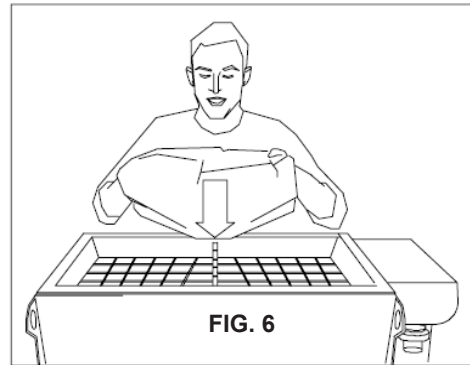

FIG. 6
- Caricare il materiale premiscelato secco. Prendere i sacchi di materiale appoggiarli in modo deciso alla griglia rompiscacco (rif.10,fig.1), sollevare le due estremità del sacco fino a svuotarlo completamente all'interno della tramoggia(fig.6).